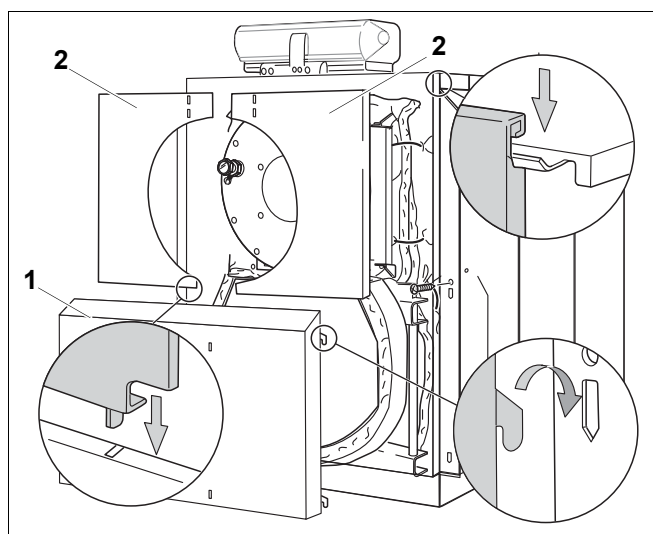

Рис.31 Передние стенки
- ▶ Вставьте отбортовку нижней передней стенки за цокольную планку и подвесьте на 2 крюка в шлицах отбортовки боковых стенок (рис. 31).